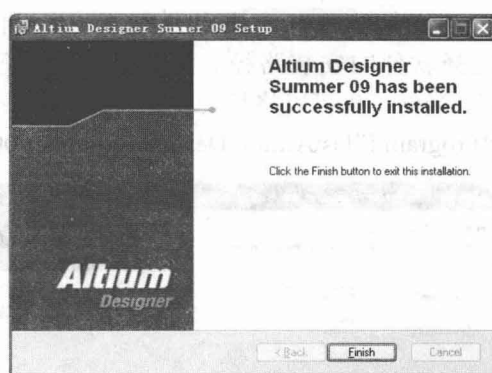

图 1-8 安装成功信息显示对话框
(8) 安装过程可能需要十几分钟，安装结束后将会弹出对话框提示安装成功，即“Altium Designer Summer 09 has been successfully installed”，如图 1-8 所示。单击 **Finish** 按钮，即可完成 Altium Designer S09 的安装过程。